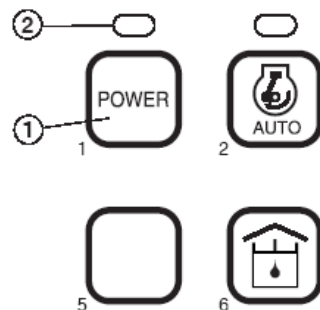

Рис. 42
1. Когда переключатель стартера поставлен во включенное положение (ON), режим мощности автоматически устанавливается в стандартное состояние.
2. Следует выбрать надлежащий режим мощности с помощью кнопки (1, рис. 42) до начала работы.
3. При нажатии кнопки режима мощности (1, рис. 42) прозвучит сигнал, включая (ON) или выключая (OFF) режим мощности. При включении (ON) режима мощности нажатием кнопки над ней загорается индикатор (2, рис. 42).
Второе нажатие отключает режим мощности. При отключенном режиме мощности выключается светодиодный индикатор (2, рис. 42), и происходит возврат к стандартному режиму.